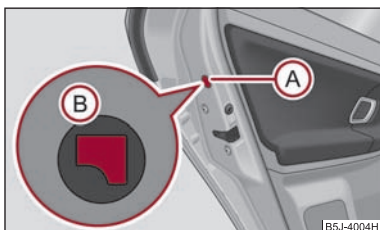

Abb. 28 Notverriegelung der Tür
- Bauen Sie die Blende (A) ab ⇒ Abb. 28.
- Stecken Sie den Schlüssel in die Öffnung unter der Blende und drücken Sie den Arretierhebel (B) bis zum Anschlag nach innen.